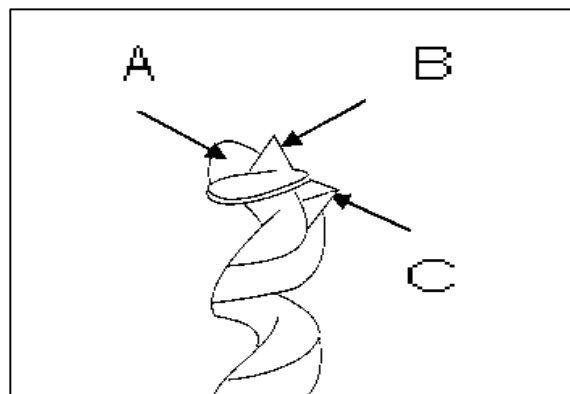

Fig 7
Feilen Sie an der Innenseite des Vorschneiders (A, Fig 7), an den Seitenflächen der Zentrierspitze (B) und an der Spanfläche der Hauptschneide (C).